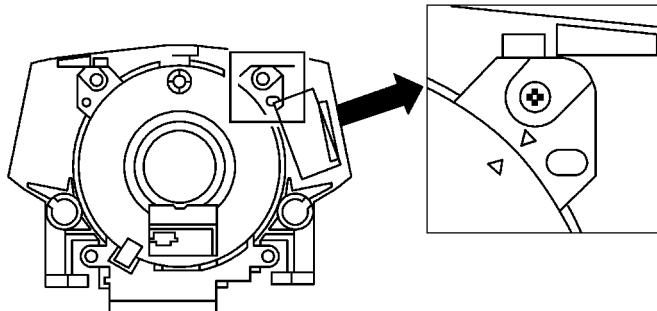

图 9-5 螺旋电缆调整标记
- 3) 如图 9-5 所示，将螺旋电缆的标记对准外壳上的标记。